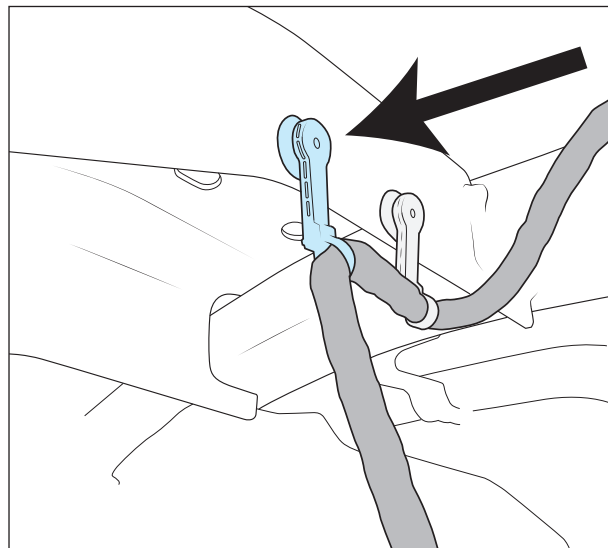

Abbildung 4
7. Bei Rubicon-Modellen den hintersten Halter, der das Kabel der Differentialsperre am Rahmen hält, entfernen (Abb. 4), damit die Achse weit genug herabgelassen werden kann.